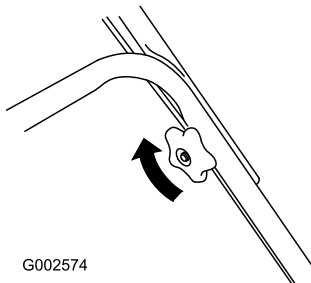

Figura 4
2. Serrare le manopole della stegola (Figura 4).